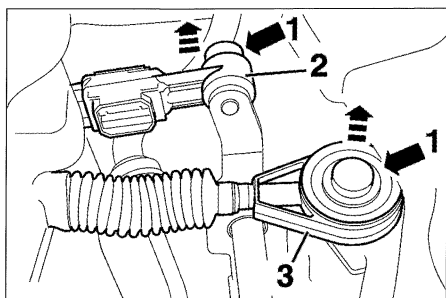

FIG. 1
- Separar los cables del mando de caja de velocidades. Para ello, presionar sobre los bloqueos (1) del cable de selección (2) y del cable de cambio de velocidades (3) y extraer los cables de los mandos (fig. 1).